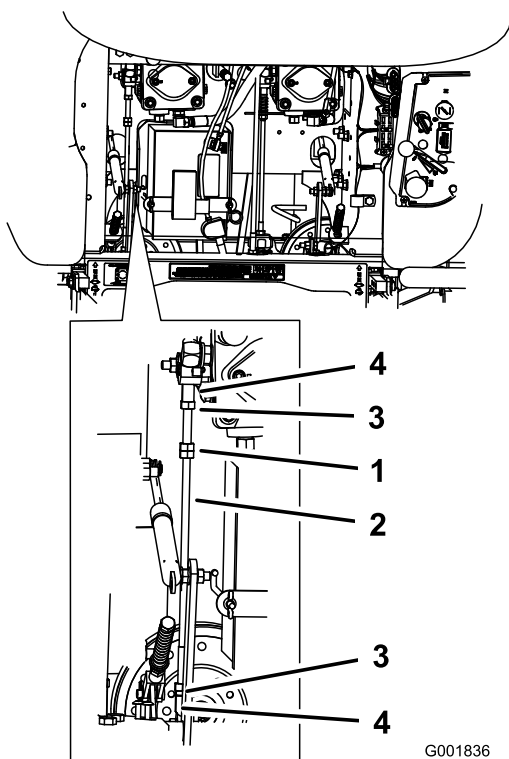

Figura 59
1. Allentate i dadi di bloccaggio ai giunti a sfera dell'asta di comando della pompa (Figura 59).
3. Regolate la lunghezza dell'asta della pompa facendo girare nella direzione opportuna i due dadi sull'asta, finché la ruota si ferma o si sposta leggermente indietro (Figura 59).
6. Serrate i dadi di bloccaggio dei giunti a sfera (Figura 59).